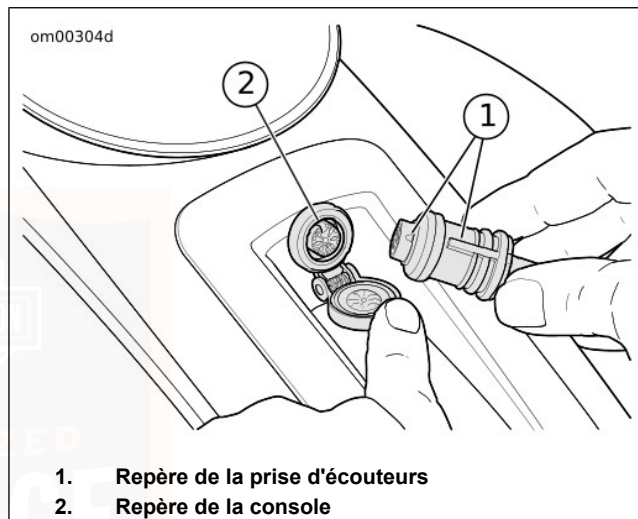
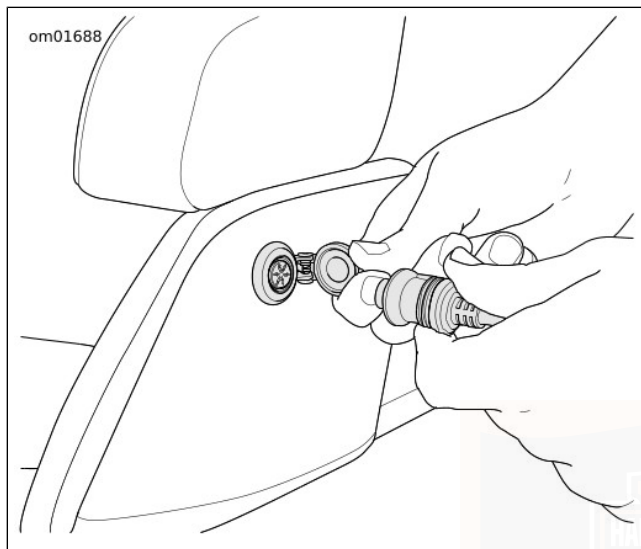

Figure 20. Connecteur pour écouteurs conducteur
Figure 21. Connecteur pour écouteurs passager
Voir Figure 20 et Figure 21. Certains véhicules ont un connecteur d'écouteurs de conducteur sur le panneau du réservoir de carburant et un connecteur d'écouteurs de passager sur la nacelle de haut-parleur gauche. Les écouteurs sont utilisés pour la radio bande publique (CB), l'intercom, la reconnaissance vocale et d'autres fonctions sur les modèles qui en sont équipés.